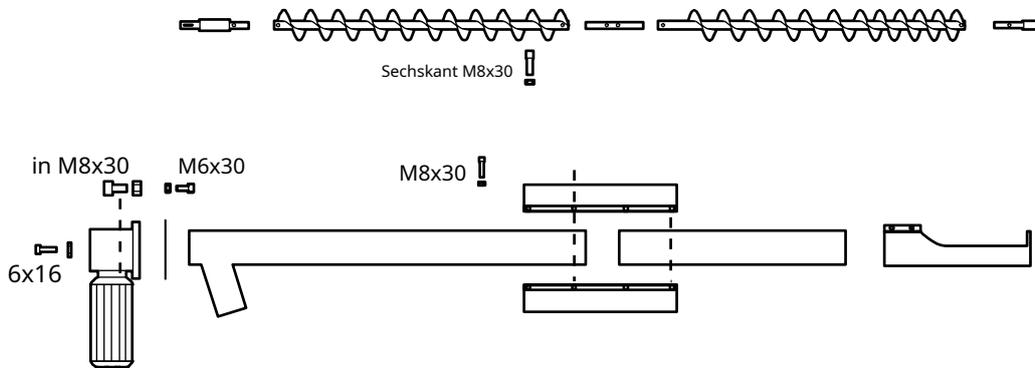

Abbildung 5 Schraubenmontage
1. Montieren Sie die Schraube gemäß Abbildung 5 Schraubenmontage.